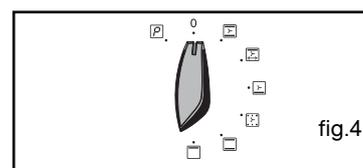

fig.4
Appuyez sur la touche "⌚" pour valider (fig.4).
Exemple : repère de température 210°C (fig.4).
- l'indicateur de durée de cuisson et 0:00 clignotent (fig. 4).
L'affichage repasse à l'heure du jour en ramenant le sélecteur de fonctions sur 0 (fig.4),
- Si nécessaire, retirez l'ensemble des glaces intérieures de la porte. Cet ensemble est composé d'une ou deux glaces selon modèle avec à chaque coin une butée caoutchouc noire (fig.4).